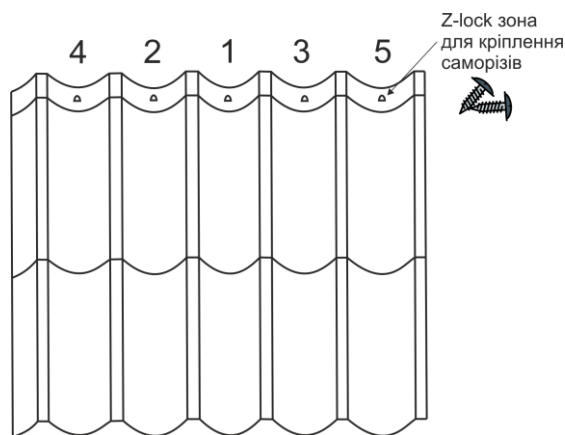

Рисунок 5. Z-lock зона для кріплення саморізів
3.14 Кріплення листа проводиться у верхньому кінці кожного листа в Z-lock зоні, саморіз повинен кріпиться строго перпендикулярно скату покрівлі (рис. 6). Саморізи кріпляться в певній послідовності (рис.5). Кріплення залишається прихованим під кроком наступного листа .
- 4.2 Закручування саморізів починають з середини листа черепиці, далі відступають до краю (рис.5).